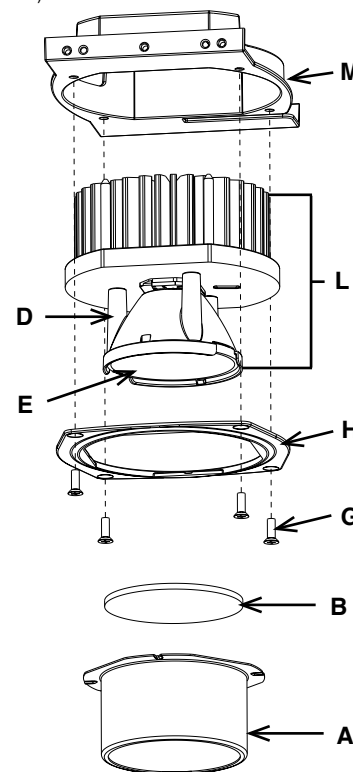

Fig. 12
**Pour remplacer l'ensemble de LED (consultez la Fig. 12):**
2. Enlevez le support externe de lentille (A) et les lentilles (B) s'il y a lieu comme cela est décrit dans la section Montage et remplacement de l'optique.
3. Enlevez les 4 vis (G) qui assujettissent la plaque de retenue (H).
4. Enlevez la plaque de retenue (H) et l'ensemble de LED (L) du luminaire (M).
5. S'il y a lieu, enlevez le support d'optique (D) et l'optique (E) du radiateur et les réinstallez sur l'ensemble de recharge pour la réutilisation.
6. Introduisez le faisceau de LED dans le boîtier (M) et alignez l'ensemble de LED (L) dans l'ouverture correspondante.
7. Assujettissez en place avec la plaque de retenue (H) et 4 vis (G).
8. Réinstallez le support de lentille (A) et les lentilles (B) (s'il y a lieu).